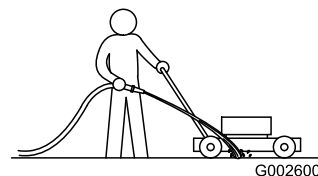

Рисунок 16
3. При работающем двигателе и включенном ноже направьте струю воды перед **правым** задним колесом (**Рисунок 16**).